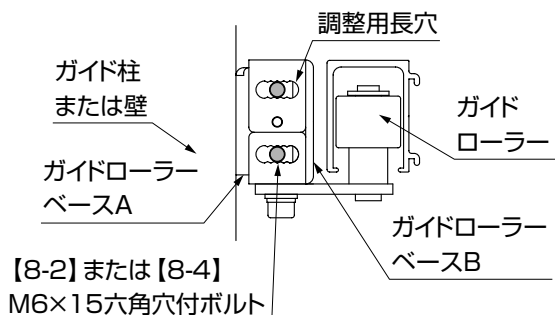
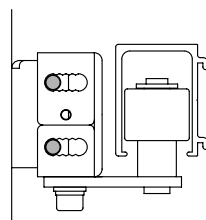
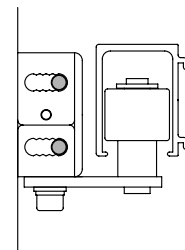

図10-1 標準の取付位置
図10-2 ガイド柱または壁から離す場合
図10-3 ガイド柱または壁に寄せる場合
- ①戸当りに納まるように、本体とガイド柱または壁との位置を調整してください。(図10-1、図10-2、図10-3参照)
- ②調整したら【8-2】または【8-4】をしっかりと締めてください。